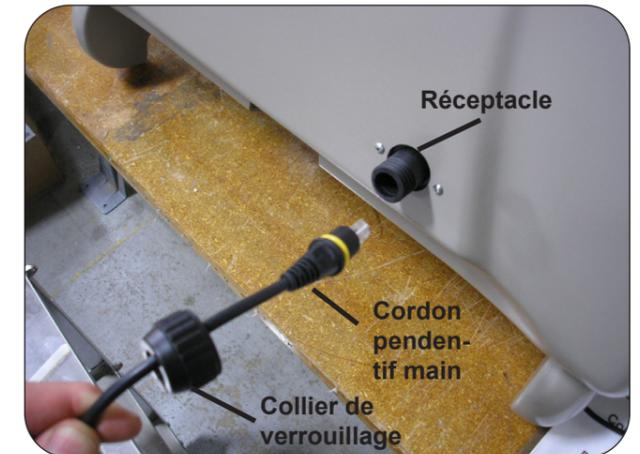

Figure 8
2. Insérez le cordon dans la prise de la pendentif à main située sur le carénage du dossier (Figure 8). Assurez-vous que la languette de la fiche est alignée avec la rainure de la prise et que la fiche est bien en place.